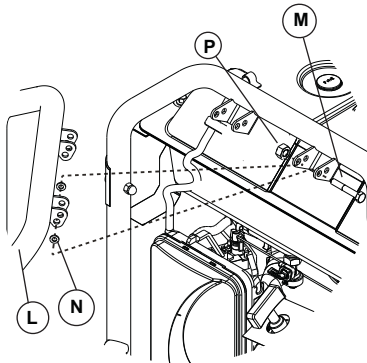

Figure 2-3. Poignée
1. Placer les supports de poignée entre les pattes du châssis comme indiqué. Placer une rondelle plate sur l'intérieur de chaque patte de châssis (Figure 2-3).